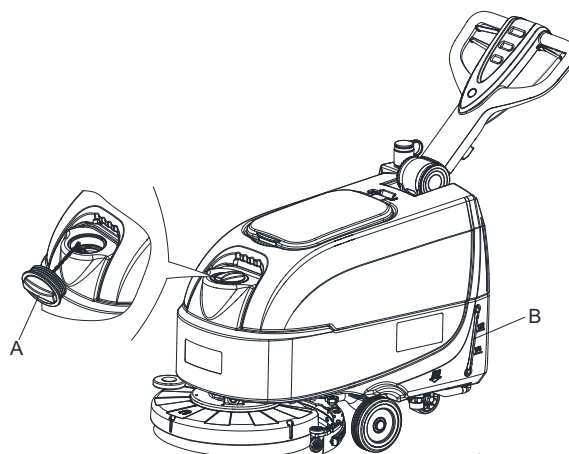

Figura 7
1. Deschideți capacul intrării pentru apă (A, Figura 7).
3. Nu umpleți excesiv rezervorul, consultați indicatorul nivelului de apă (B, Figura 7) în ceea ce privește volumul de apă necesar.